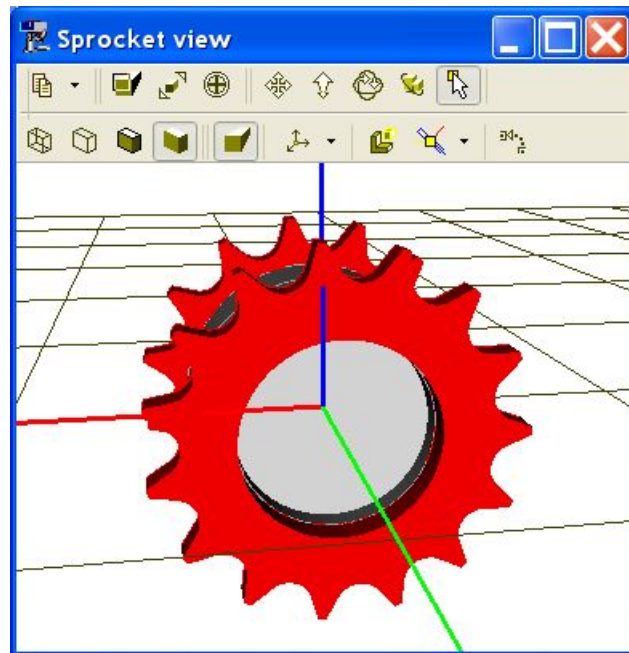

Рис. 14 Окно предварительного просмотра звездочки
- 3) Используйте кнопку  для предварительного просмотра образа звездочки, рис. 14. Обратите внимание, что радиус звездочки рассчитывается автоматически по длине отдельного звена цепи и по числу зубьев, и в результирующем варианте может не соответствовать предварительному просмотру.